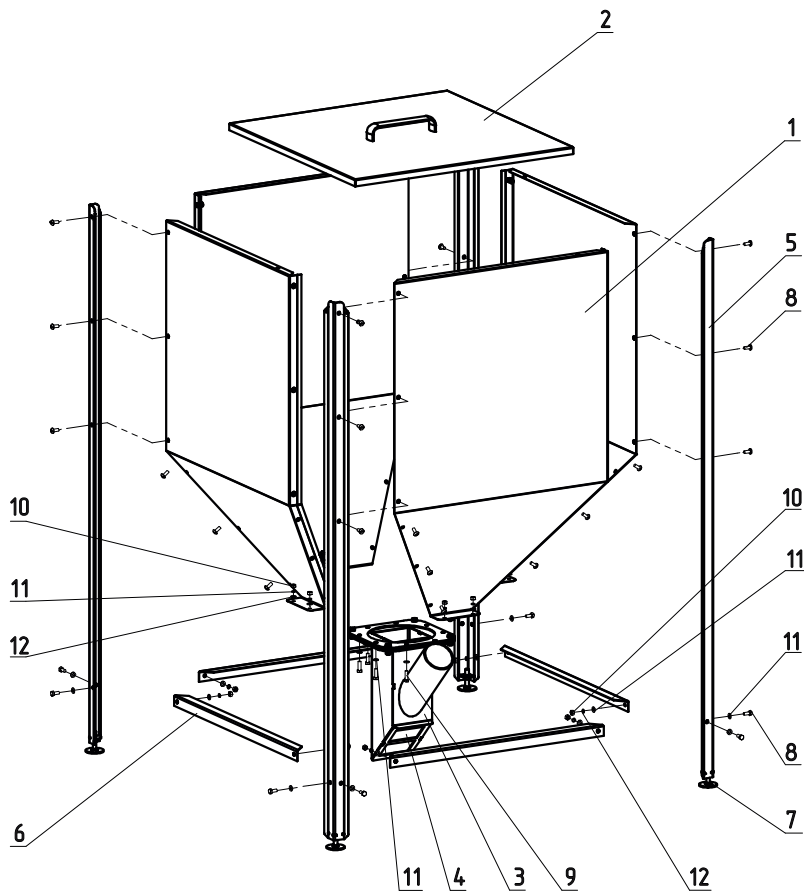

Рис. 6 Порядок сборки топливного бункера
6.2.2.2. Топливный бункер собирается перевернутым вверх ногами, поочередно скрепляются все четыре стенки топливного бункера и ножки бункера (Рис.6, поз.1 и 5) друг с другом, с помощью винтов (Рис.6, поз.8), затем прикручивается приемная горловина (Рис.6, поз.3), которая крепится к бункеру в следующей последовательности: болт (Рис.6, поз.9), шайба (Рис.6, поз.11), скрепляемые поверхности (горловина, основание бункера), шайба (Рис.6, поз.11), пружинная шайба (Рис.6, поз.12), гайка (Рис.6, поз.10). Далее необходимо скрепить ножки бункера поперечными перекладинами (Рис.6, поз.6) между собой в следующей последовательности: винт (Рис.6, поз.8), шайба (Рис.6, поз.11), ножка бункера, поперечная перекладина (Рис.6, поз.6), шайба (Рис.6, поз.11), пружинная шайба (Рис.6, поз.12), гайка (Рис.6, поз.10).
6.2.2.3. После сборки топливного бункера необходимо вкрутить регулировочные болты ножек (Рис.6, поз.7) и перевернуть топливный бункер установив его на ножки.
6.2.2.4. Отрегулировать длину каждой ножки, чтобы бункер устойчиво стоял на поверхности в месте его установки с помощью регулировочных болтов (Рис.6, поз.7).
6.2.2.5. Далее необходимо установить люк прочистки (Рис.6, поз.4) и крышку бункера (Рис.6, поз.2) на место.
6.5.4. После завершения правильной установки механизма подачи топлива необходимо зафиксировать приемную горловину топливного бункера (Рис.6, поз.3) с помощью болтов (Рис.6, поз.9), и соединить механизм подачи с топливным бункером с помощью цепочки с крючками (Рис.3, поз.7).